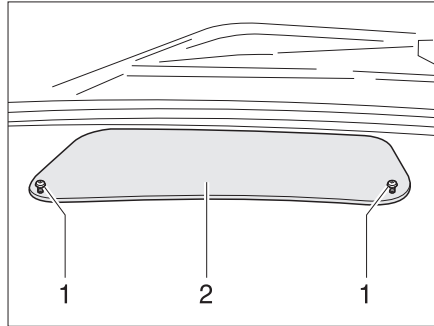
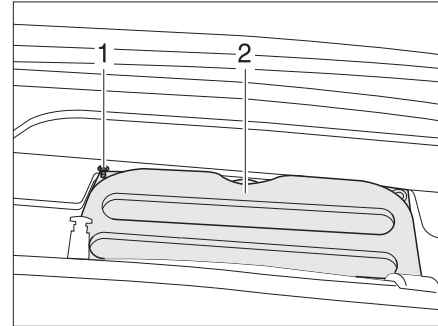

Fig. 26 Cache dans le tableau de bord
Fig. 27 Cache vers le compartiment moteur
- Desserrer deux vis (Fig. 26,1) et enlever le cache (Fig. 26,2).
- Dévisser six vis à six pans creux (Fig. 27,1) et les enlever avec les rondelles.
- Retirer le cache (Fig. 27,2).
- Revisser les deux caches (Fig. 27,2 et Fig. 26,2).